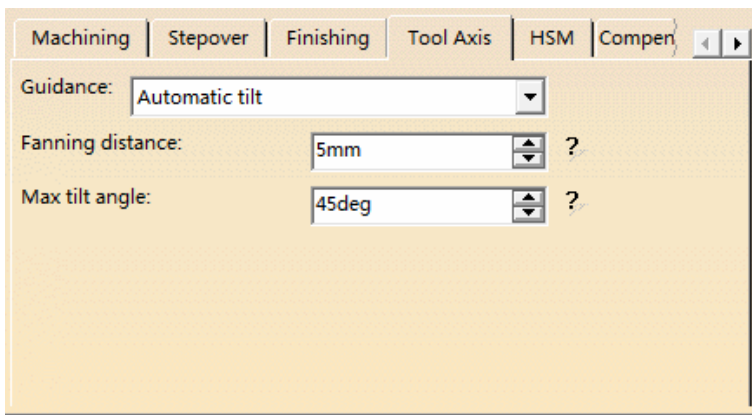

图 5-116 “Tool Axis”选项卡（6）
- 在“Tool Axis”选项卡（6）的“Guidance”下拉列表中选择“Automatic tilt”，如图 5-116 所示。